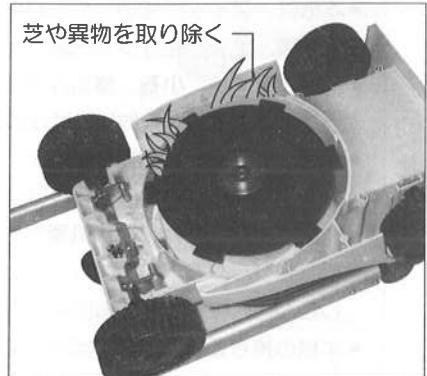

図11
②再起動の方法
- 底板を外し回転刃に巻き付いた芝や異物を取り除いてください。(図11参照)